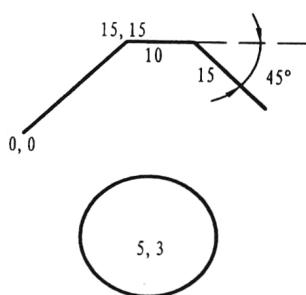

图 1-2 Auto CAD 绘图举例
(1) 非交互式软件，如 C 语言等编程绘图软件(被动式)，用户使用这种软件时需要具备一定的基础知识，一般的绘图应用人员较少采用这种软件。
(2) 交互式软件，通用绘图软件多为交互式，如 AutoCAD，用户可按交互对话方式指挥计算机。这种软件简单易学，不需要太多的其他基础知识。目前，计算机绘图的通用软件很多，使用方式大同小异，这里仅以目前应用最为广泛的通用绘图软件 AutoCAD 为例，列举几个简单例子，如图 1-2 所示。AutoCAD 的交互方式是在提示行处于命令(Command:)状态时，用户输入一个命令，计算机即提示输入坐标点等，例如：